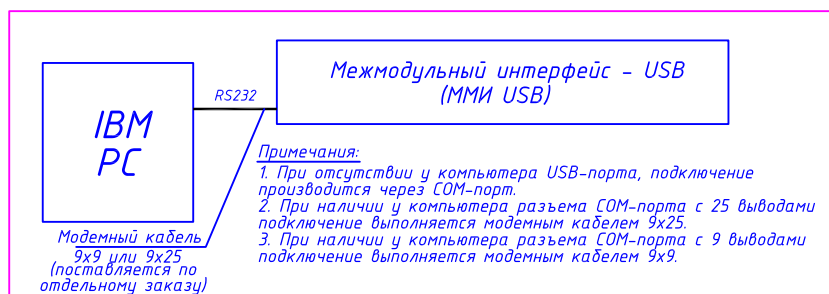

Рис. 5
4. Вариант подключения компьютера к диспетчерскому комплексу "ОБь" через COM-порт приведен на рис. 5.